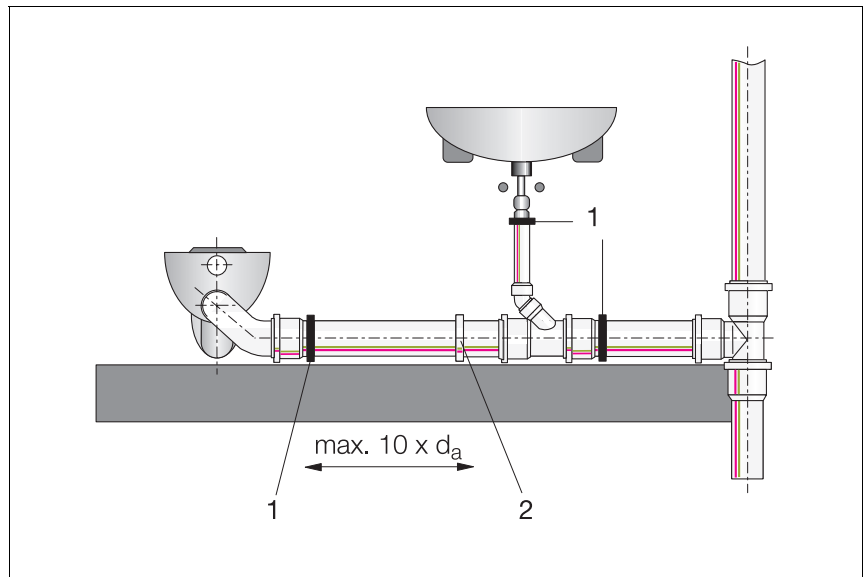

Рис. 4-6 Схема установки горизонтального трубопровода
Схема рационального крепления горизонтального звукоизолированного трубопровода с помощью RAUPIANO Plus представлена на рисунке (смотри Рис. 4-6).
- Расстояние между неподвижным хомутом и скользящими хомутами не должно превышать десятикратного внешнего диаметра трубы d_a (смотри Рис. 4-6):